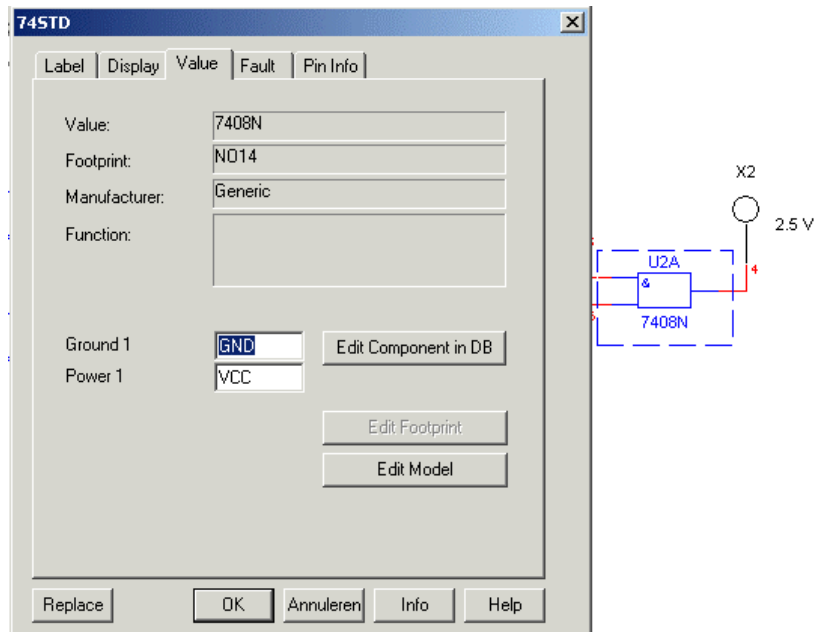

Figuur 11
- er komt een blauw kader om elk component te staan, zoals aangegeven in Figuur 11: